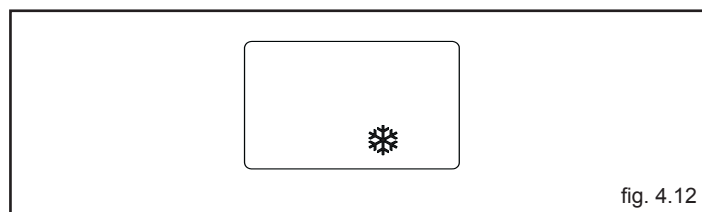

fig. 4.12
Durante il ciclo antigelo sul visualizzatore digitale appare il simbolo  (fig. 4.12).
- **Antigelo sanitario:** la funzione si avvia se la temperatura rilevata dalla sonda sanitaria scende sotto i 5 °C. In questa fase si attiva il circolatore e, se caldaia non in blocco, anche il bruciatore alla minima potenza finché la temperatura dell'acqua di mandata raggiunge i 55 °C. Durante il ciclo antigelo sul visualizzatore digitale appare il simbolo  (fig. 4.12).